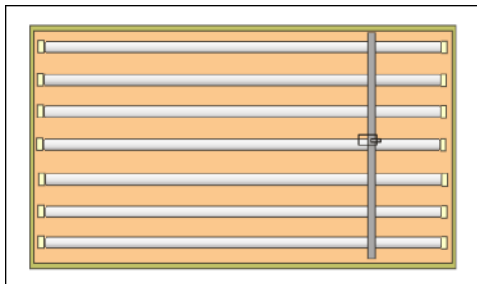

Imagen 317
- 1- Fijar al vidrio de fotograbado, adhiriendo bien, un riel y un tope (Imagen 317).